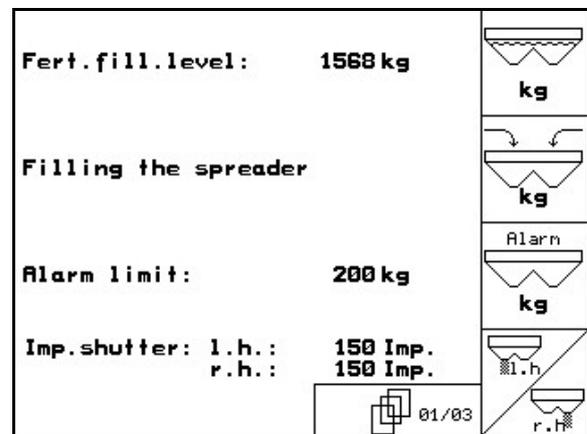

Fig. 67
- In Machine data menu page one  (Fig. 67).
Confirm quantity (Fig. 67).